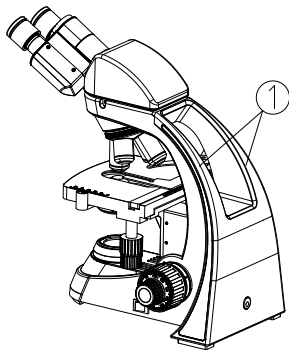

Fig. 1
3. Lors du déplacement du microscope, utilisez les deux mains pour tenir son bras① et le posez soigneusement (voir la figure 1).